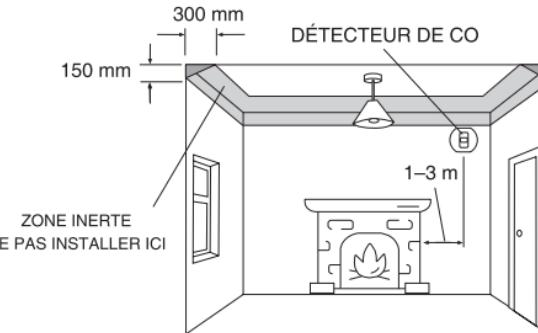
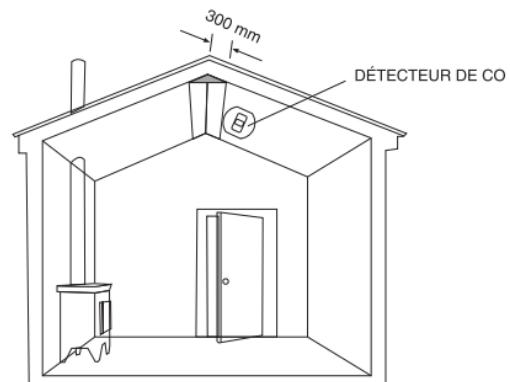

Figure 1: Installation dans une pièce comprenant un appareil de chauffage consommant du combustible
Figure 2: Dans des pièces avec toit en pente, le détecteur de CO doit être placé à l'endroit le plus élevé de la pièce
### 1. Installation d'un détecteur de monoxyde de carbone dans une pièce avec un appareil à combustion (voir Figure 1 et Figure 2):
- Dans les pièces avec des plafonds en pente, le détecteur de CO doit être situé du côté haut de la pièce (voir Figure 2).